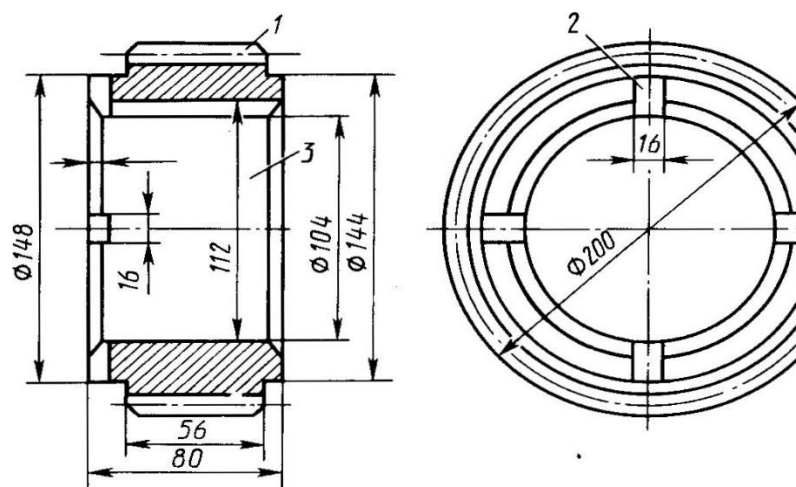

Рис. 16
2. По эскизу детали (рис. 16) разработайте эскизы элементов литейной формы, модельных плиты, стержневого ящика и собранной литейной формы (в разрезе). Опишите последовательность изготовления формы одним из методов машинной формовки. Материал детали – сталь 35 Л.